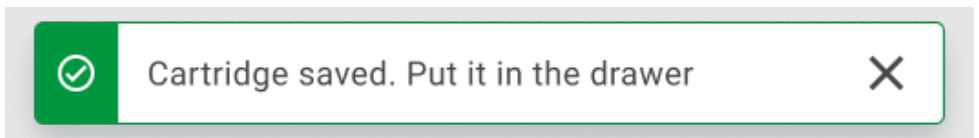

Figura 59. Tela Cartridge saved (Cartucho salvo)
10. Após efetuar a leitura com sucesso, a seguinte caixa de diálogo aparecerá brevemente na parte superior da tela (Figura 59)